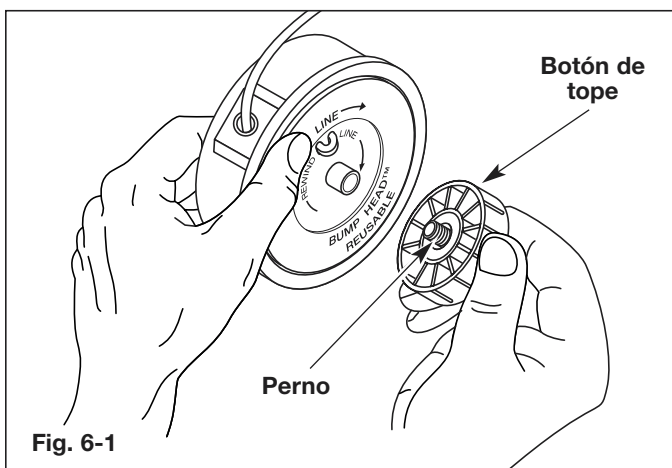

Fig. 6-1
1. Sostenga la bobina exterior con una mano y desenrosque el botón de tope en **sentido antihorario** (Fig. 6-1). Inspeccione el perno de adentro el botón de tope para verificar que se mueva con libertad. Cambie el botón de tope si está dañado.
1. Sostenga la bobina exterior con una mano y desenrosque el botón de tope en **sentido antihorario** (Fig. 6-1). Inspeccione el perno dentro del Bump Knob para verificar que se mueva con libertad. Cambie el botón de tope si está dañado.